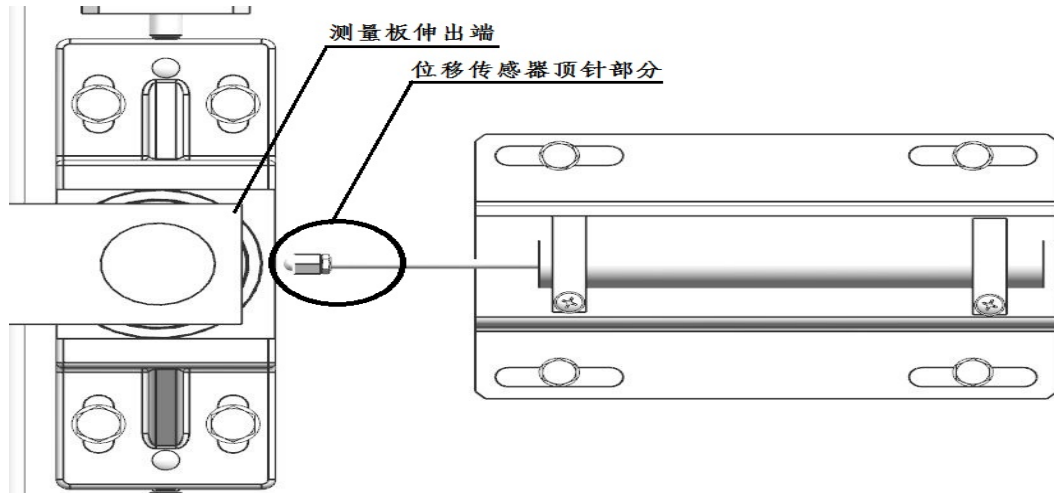

图 3.10
(8)、将中间盖板下的位移传感器调整至如图 3.10 所示，即位移传感器的顶针要顶到左测量板的伸出端。